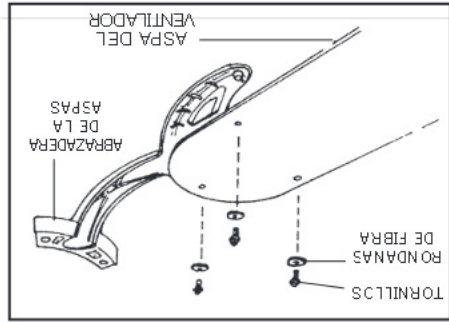

FIG. 15
**Paso 1.** Monte la aspa a la abrazadera de la aspa usando los tornillos y rondanas de fibra incluidos. Apriete los tornillos firmemente. Repita con todas las aspas. (Fig. 15.)